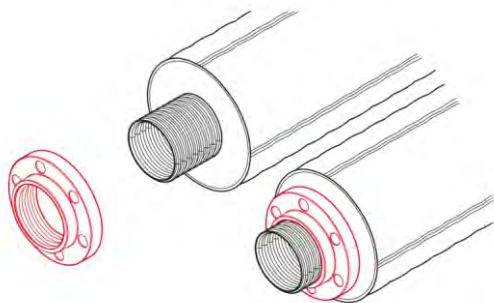

Рис. 3.7.1
1. Накрутить фланец на напорную трубу до торца теплоизолирующего слоя (рис. 3.7.1). Фланец должен быть ориентирован как на рисунке.